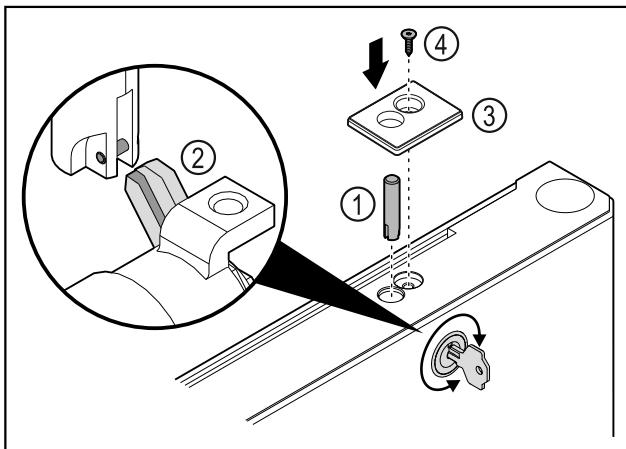

Fig. 47
- Поставете болта на ключалката Fig. 47 (1).
- Завъртете леко ключалката, за да може болтът на ключалката Fig. 47 (2) да се фиксира в прореза на ключалката.
- Поставете капака Fig. 47 (3).
- Поставете винта Fig. 47 (4).